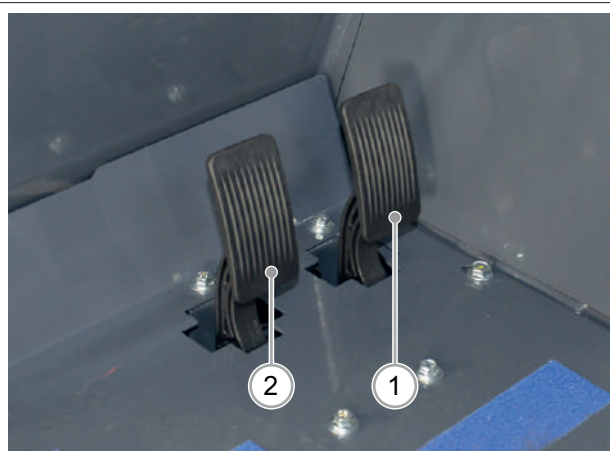

РИС. 24
- 4) Нажмите педаль желаемого направления движения “Вперед” (РИС. 24 - Сс. 1) или “Назад” (РИС. 24 - Сс. 2).
- При нажатии на правую педаль (РИС. 24 - Сс. 1) машина начинает движение вперед. При отпуске педаль возвращается в нейтральное положение, и машина перестает двигаться.
- При нажатии на левую педаль (РИС. 24 - Сс. 2) машина начинает движение назад. При отпуске педаль возвращается в нейтральное положение, и машина перестает двигаться.